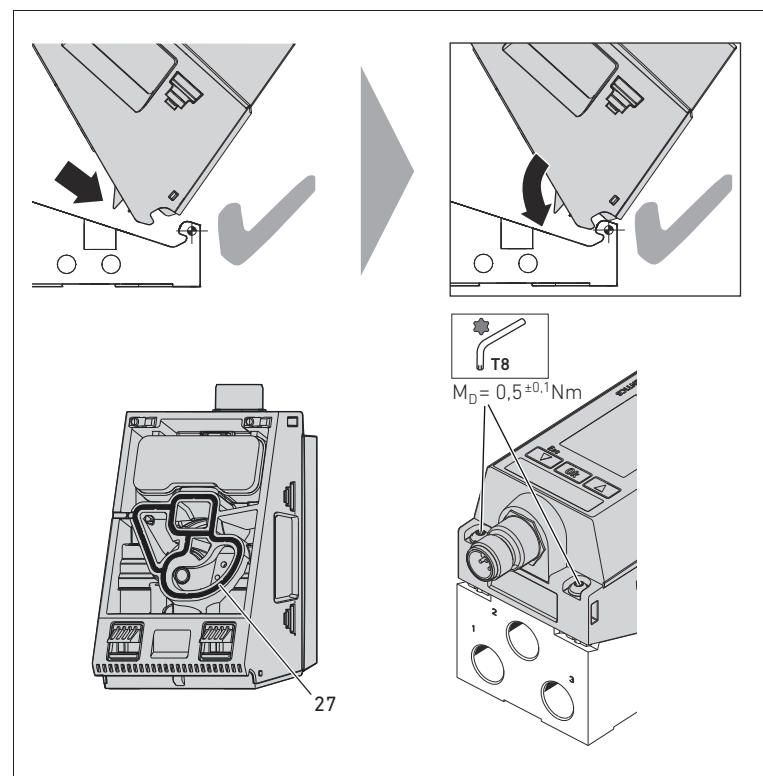

Fig. 9: Montage du régulateur de pression EV03 sur l'embase
1. Positionner l'EV03 de biais sur l'axe de rotation (voir fig. 9).
2. Déployer l'EV03 vers le bas de sorte qu'il soit positionné sur l'embase EV03. Ce faisant, veiller à un positionnement correct du joint (27) dans le régulateur de pression.